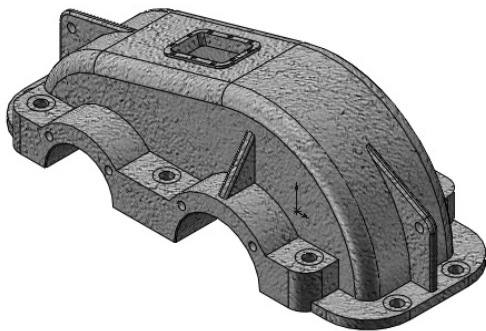

图 9-98 减速器上盖
- (1) 减速器上盖如图 9-98 所示，建立减速器上盖模型。